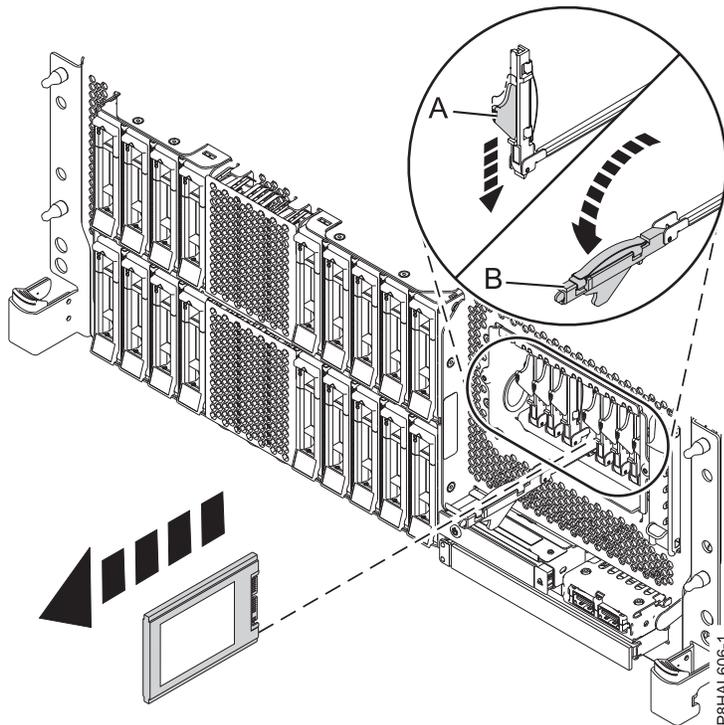
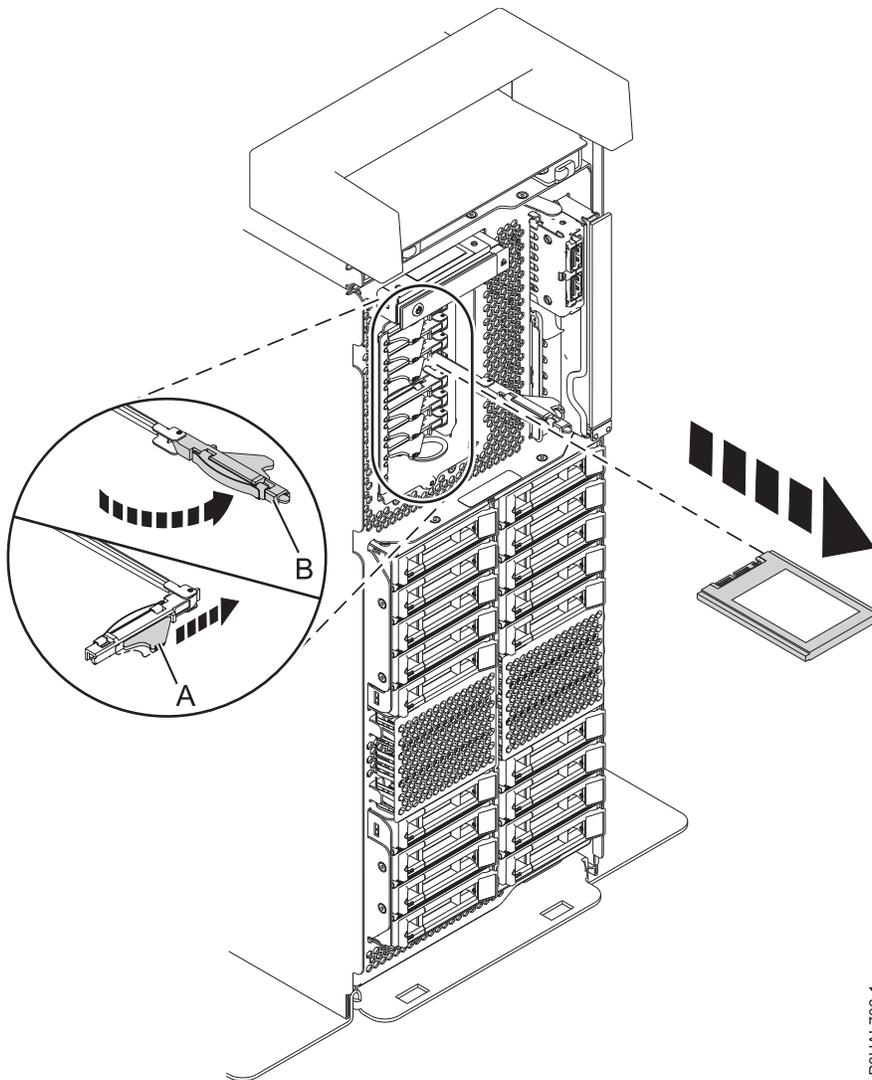

Abbildung 122. Solid-State-Laufwerk in einem Einschubsystem mit erweiterten Funktionen ausbauen
Abbildung 123. Solid-State-Laufwerk in einem Standalone-System mit erweiterten Funktionen ausbauen
10. Wenn die Kennzeichnungs-LED blinkt, entriegeln Sie den Griff des Laufwerks (**B**), indem Sie die Verriegelung (**A**) in die gezeigte Richtung schieben und den Griff des Laufwerks (**B**) zu sich hin nach außen ziehen. Siehe Abb. 122 und Abb. 123 auf Seite 138. Wird der Griff nicht ganz nach außen gezogen, lässt sich das Solid-State-Laufwerk nicht aus dem System schieben.